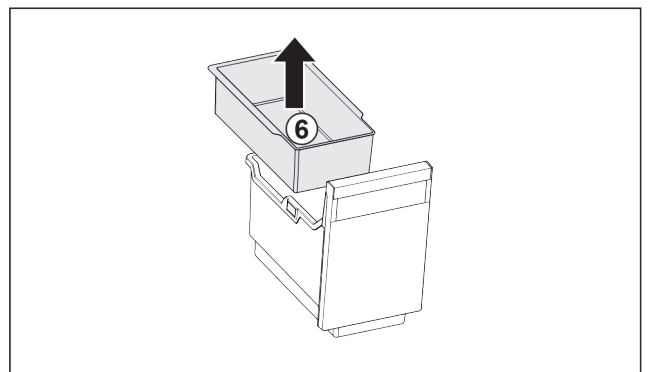

Fig. 30
- ▶ Retirer le Fig. 30 (6) balconnet pour glaçons.